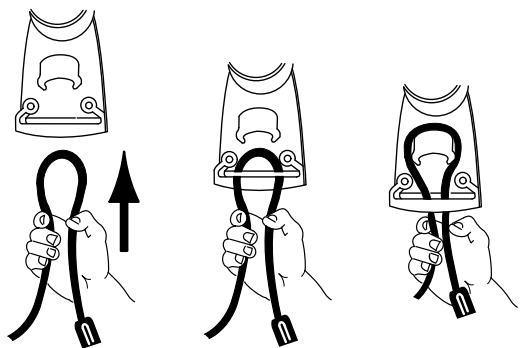

Figura 12
1. Formate un cappio con il cavo di prolunga e fissatelo nel fermacavo (Figura 12).